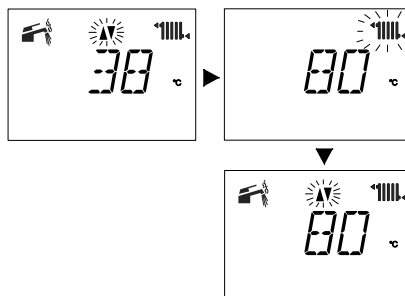

Figura 2.9 LCD Max. Riscaldamento.
- con regolazione temperatura mandata riscaldamento massima **Figura 2.9**